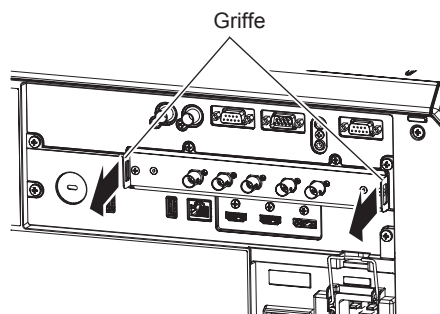

Abb. 1
1) Entfernen Sie die Funktionskarte. (Abb. 1)